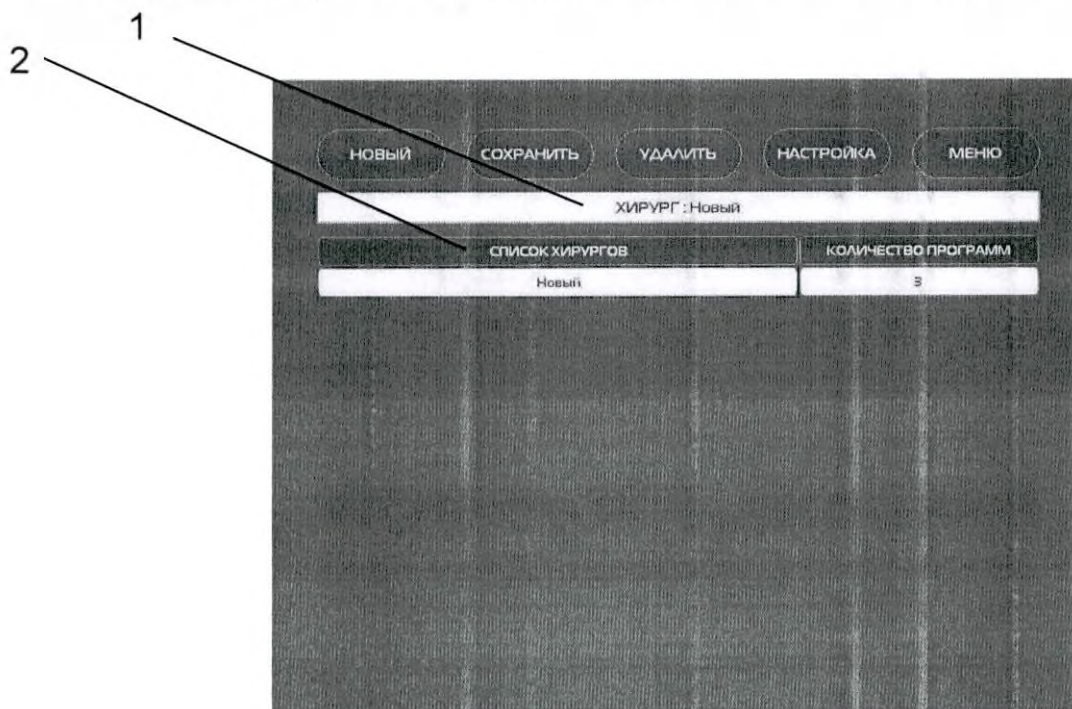

Рис. 14.41 – Панель «ХИРУРГ».
Панель «ХИРУРГ» (Рис. 14.41) предназначена для настройки работы системы «Оптимед Профи» для конкретного пользователя. При помощи панели осуществляют:
14.9.1. На панели «ХИРУРГ» (Рис. 14.41) находятся: